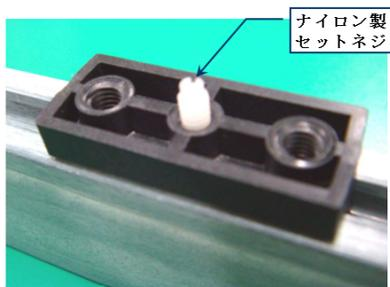

図6 セットネジの取付
- ブルーバーR50は、図6に示すようにナローブラケットの中心にナイロン製セットネジを用いて固定して下さい。また、ナローブラケットはバーの端から50mm以上離して固定して下さい。